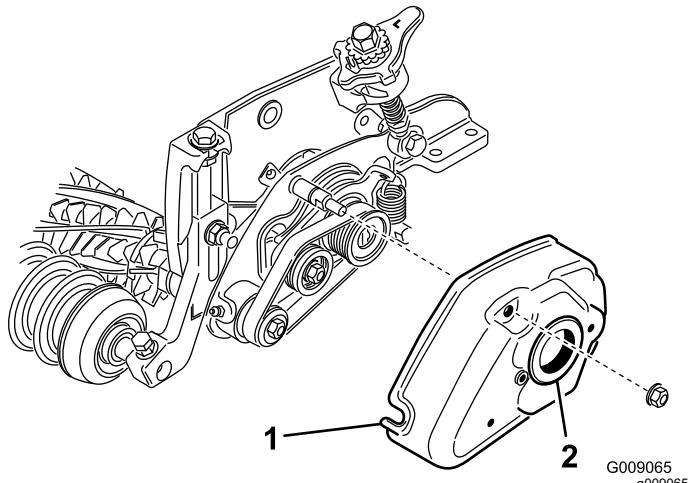

Figura 22
- 7. Montate il carter dell'elemento grooming e fissatelo con 2 dadi flangiati da 5/16" (Figura 22).
- 8. Spalmate del grasso all'interno del gommino nel carter dell'elemento grooming (Figura 22).